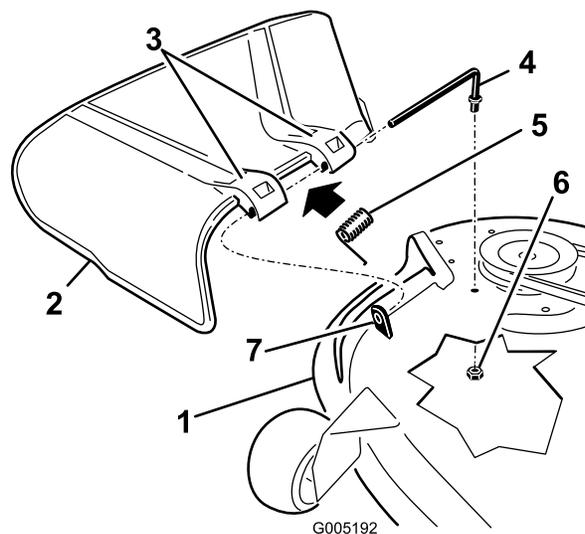

Figura 62
- Retire la tuerca (3/8") de la varilla (debajo del cortacésped) (Figura 62).
- Retire la varilla del espaciador corto, muelle y deflector de hierba (Figura 62).
- Vuelva a colocar el deflector de hierba (Figura 62).
- Deslice la varilla por el segundo soporte del deflector de hierba (Figura 62).
- Sujete el extremo trasero de la varilla al cortacésped con una tuerca (3/8 pulgada), según se muestra en Figura 62.